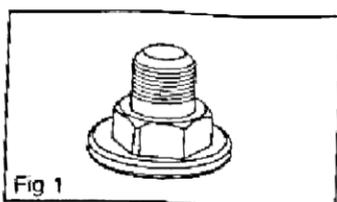

Fig 1
1. Choisir une douille de taille appropriée et l'ajuster à l'écrou à retirer (Fig. 1 et 2).